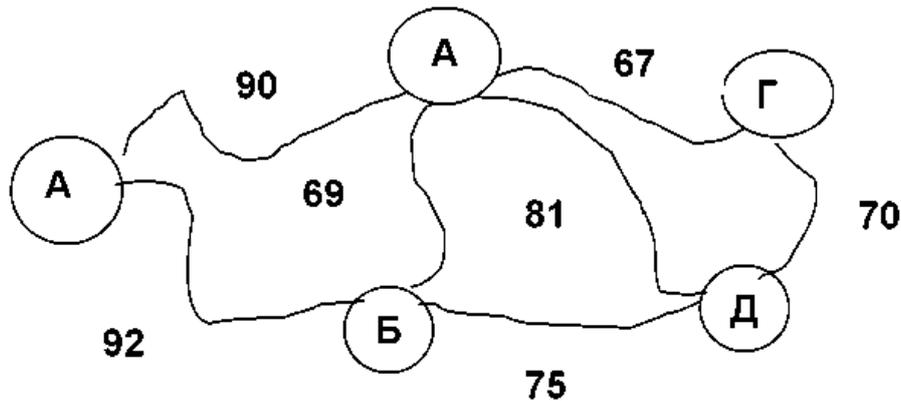

Рис. 7.2. Карта місцевості
**Завдання 9.** Компанія «Юнітрейд» поставляє товари у п'ять міст А, Б, В, Г, Д, дані про розташування та відстані між ними наведені на рис 7.2. Компанія щомісяця постачає, відповідно: 10, 25, 50, 42, 12 машин зі своєю продукцією в ці міста. На рис. 7.2 наведена карта місцевості зі вказаними відстанями між містами, зазначеними у кілометрах.